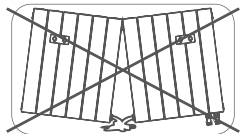

рис. 2
3. Для монтажа радиаторов с числом секций до 12 используйте 2 кронштейна, для 12 и более 3 кронштейна. Кронштейны располагаются сверху (рис. 2).